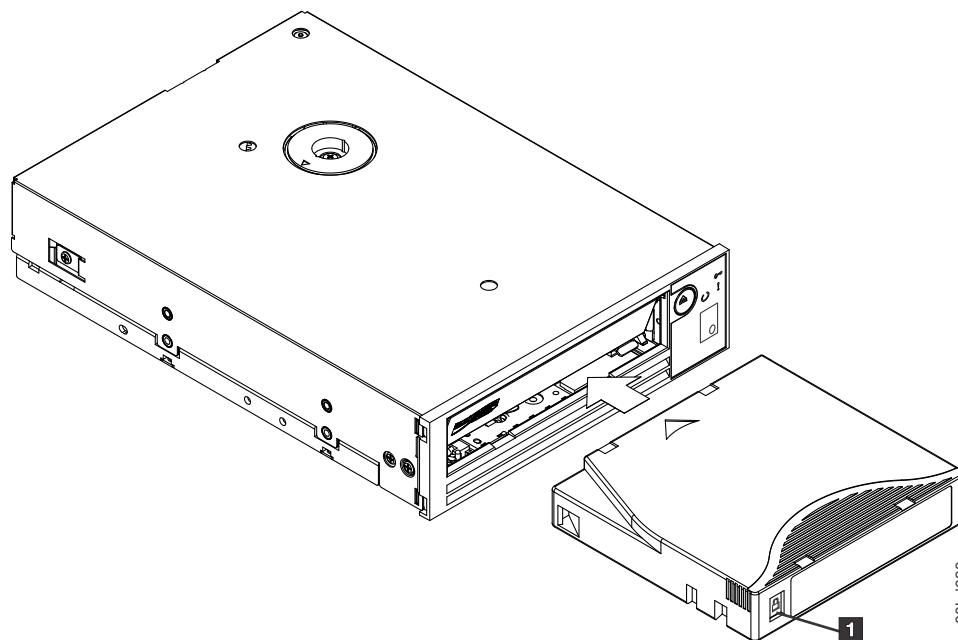

Figura 19. Carga
4. Deslice el cartucho en el compartimento de carga de cintas (consulte la Figura 19 en la página 22). La unidad de cintas carga automáticamente el cartucho.